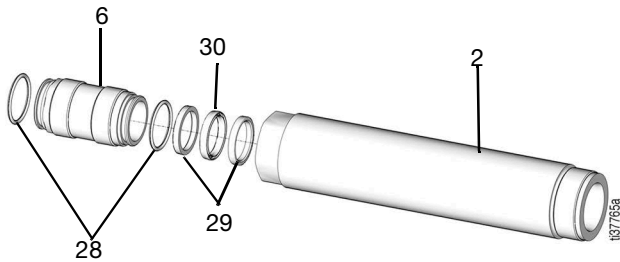

Рис. 29
11. Отсоедините фиксатор уплотнения (6) от цилиндра насоса (2) (Рис. 29).
12. Удалите уплотнение прайминг-поршня (30) и опорные кольца уплотнения прайминг-поршня (29), установив вместо них новые детали из ремонтного комплекта уплотнений (Рис. 29).
13. Замените уплотнительные кольца (28), расположенные на фиксаторе уплотнения (6), используя детали из ремонтного комплекта уплотнений (Рис. 29).